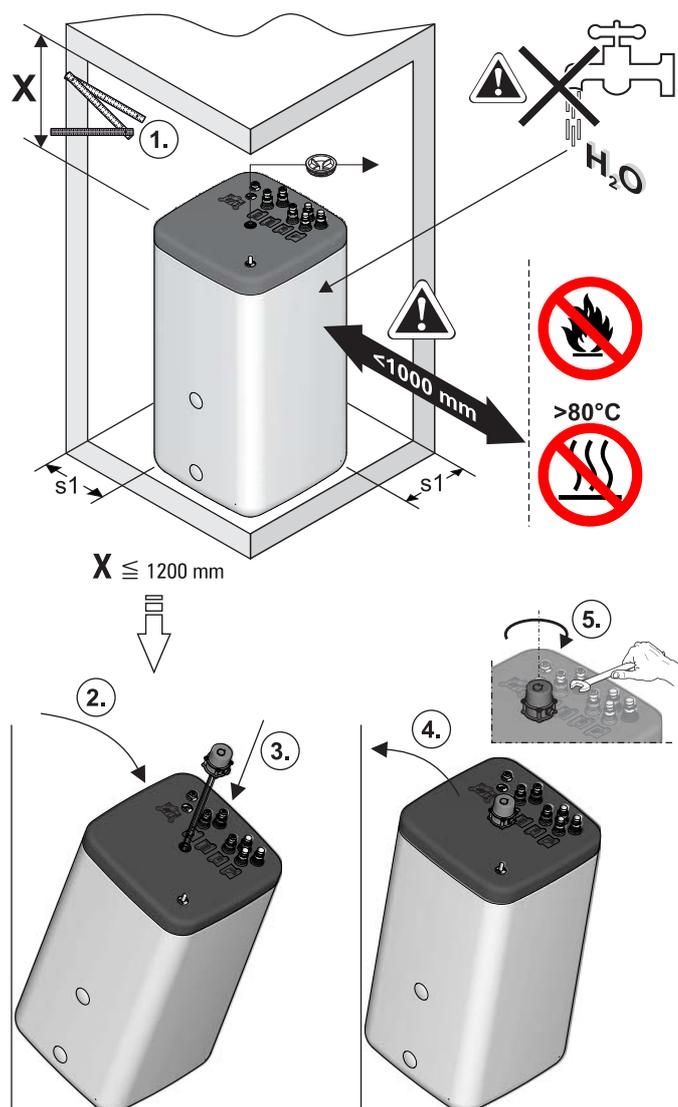

Fig. 4-3 Installazione del bollitore ad accumulato (rappresentato su HybridCube)
- **Distanze raccomandate** (fig. 4-3):
- dal coperchio (X):  $\geq 1200$  mm.
- Se si utilizza una resistenza elettrica (booster-heater) (vedere **capitolo 3.3.1 "Resistenza elettrica"**), avviarla nell'apertura del coperchio del bollitore ad accumulato (vedere esempio fig. 4-3).